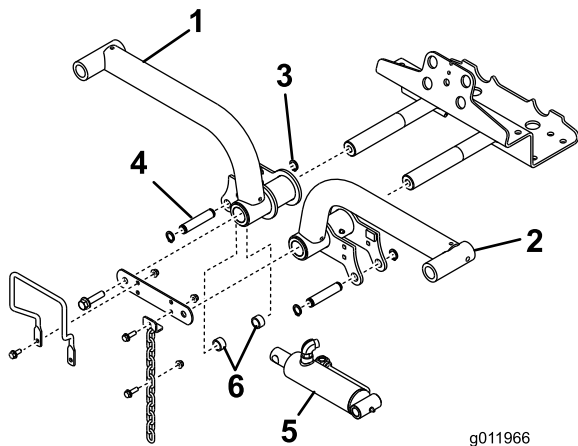

Figura 15
- Inserite i bracci di sollevamento sui relativi alberi di articolazione (Figura 15) e fissate ogni collegamento ottenuto con l'attacco degli alberi di articolazione dei bracci di sollevamento e con i bulloni rimossi in precedenza.